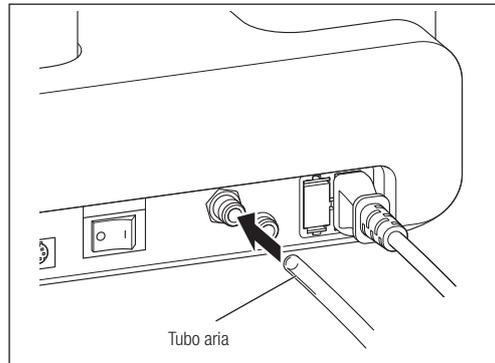

Fig. 2
- 1) Inserire completamente un'estremità del tubo dell'aria nel relativo connettore (Fig. 2).